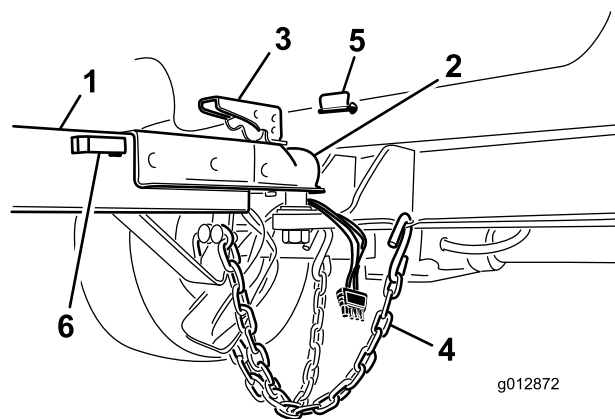

Рисунок 6
5. Расположите соединитель жгута проводов в держателе трубы сцепного устройства (Рисунок 6).
4. Установите стопорный штифт для фиксации рычага сцепки (Рисунок 6).
5. Расположите предохранительные цепи крест-накрест и прикрепите их к отверстиям на сцепном устройстве (Рисунок 6).
2. Поднимите рычаг сцепки на буксировочной штанге, одновременно опуская гнездо на шар сцепного устройства (Рисунок 6).